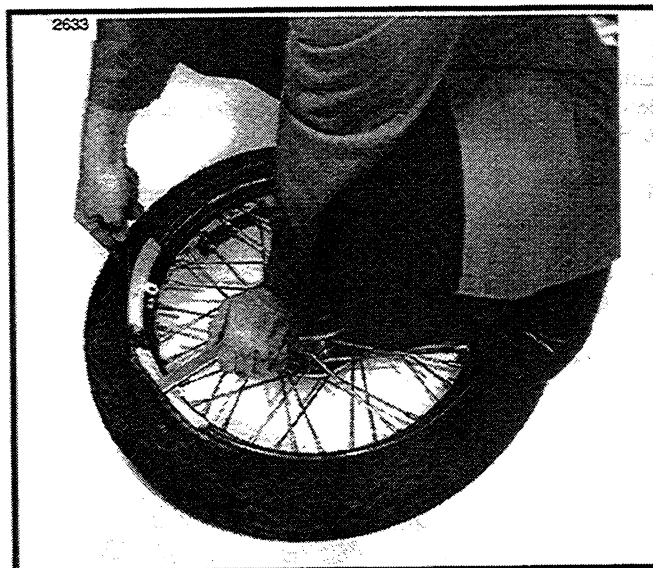

Figure 2-20. Décollage du talon de la jante
4. Voir Figure 2-20. Attachez les PROTECTEURS DE JANTE (Réf. HD - 01289) à la jante. En vous aidant de démonte-pneus (surtout pas d'instruments pointus) commencez à dégager le premier talon, côté valve. Faites le tour du pneu jusqu'à ce que le talon soit entièrement dégagé. Retirez la chambre à air.